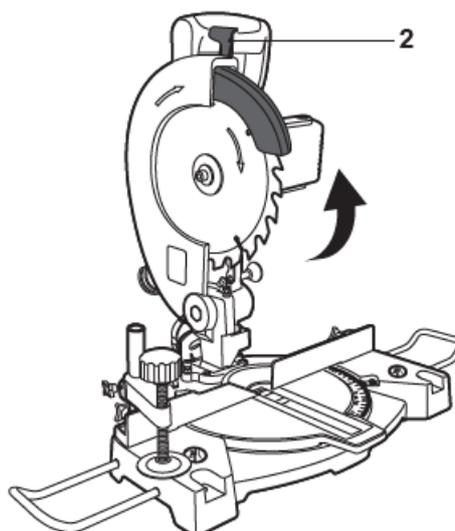

Fig. 41
- > Appuyez sur la manette de retrait du capot [2] et remontez doucement le capot (Fig. 41).